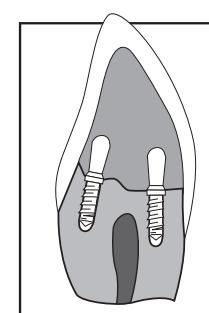

Figure 8
- Termine la restauración con el material de su elección (**Fig. 8**).
- Costruire con materiale per ricostruzioni di prima scelta (**Fig. 8**).